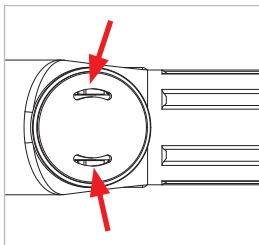

Figure 17
- ▶ Enlevez le capuchon avec logo (n° 3) manuellement et vaporisez le lubrifiant avec le petit tube une ou deux fois à gauche et à droite dans les ouvertures (Figure 17). Ensuite remontez le capuchon avec logo (n° 3). Il doit émettre un clic à l'enclenchement !